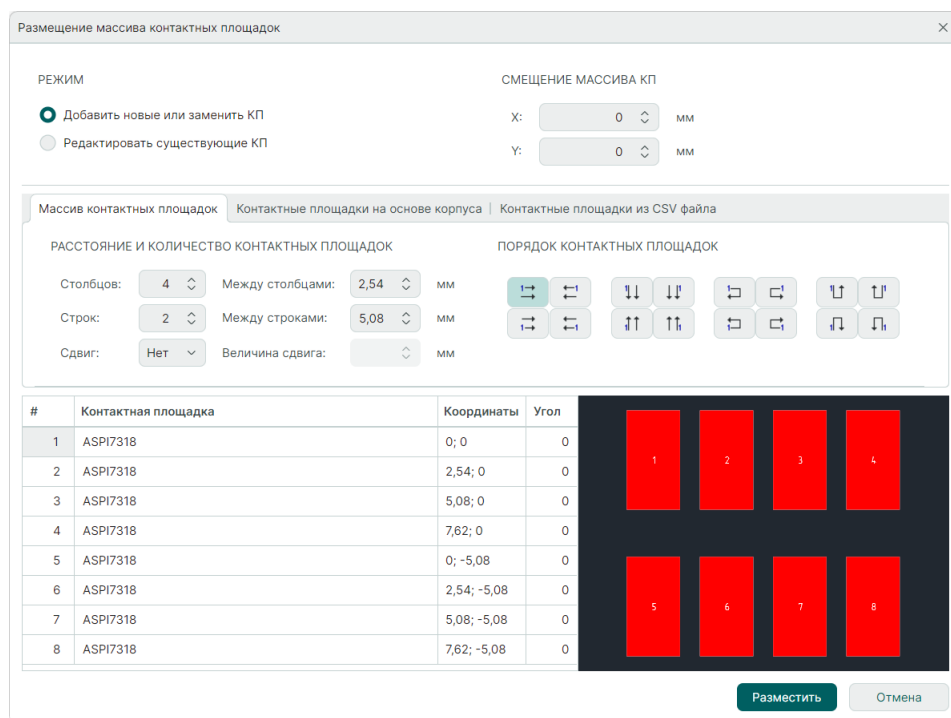

Рис. 87 Окно «Размещение массива контактных площадок»
1. Укажите необходимые параметры массива в окне «Размещение массива контактных площадок», см. Рис. 87.